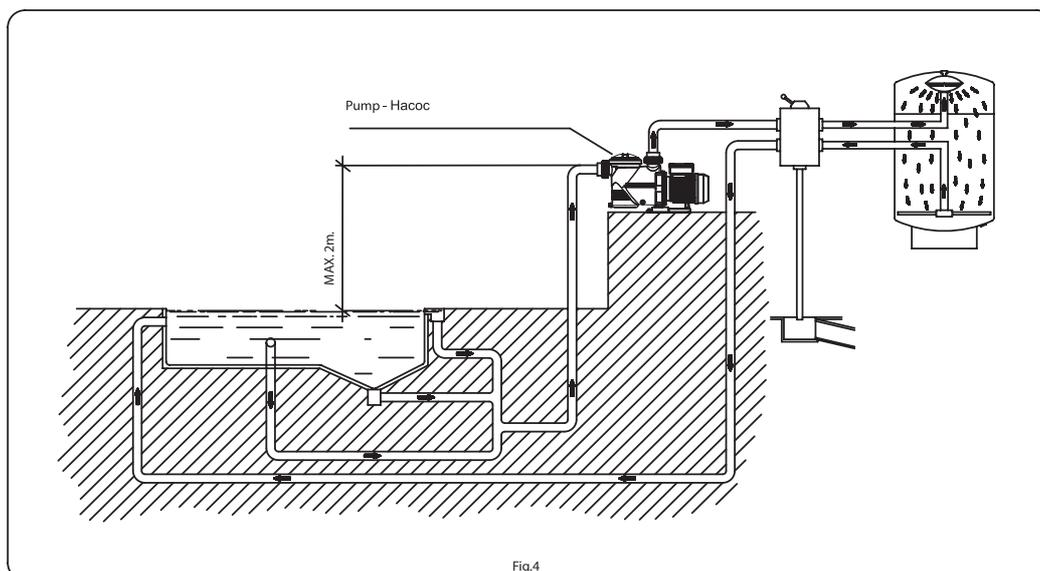

Fig.4
- Если насос оказывается необходимым установить выше уровня воды, то разность в высоте установок должна быть не более, чем 2 м (см. Рис. 4). Проконтролируйте, чтобы длина всасывающей трубы была как можно более короткой, так как применение длинной трубы увеличивает время всасывания, а устройство при этом теряет нагрузку.